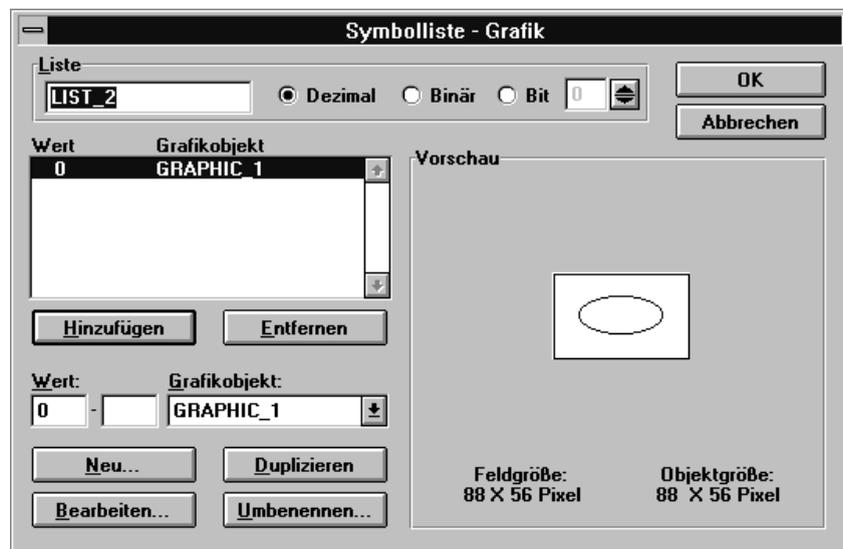

Bild 7-8 Erstellen einer Grafikliste
6. Klicken Sie auf die Schaltfläche *Hinzufügen*. Bild 7-8 zeigt, wie Ihre Dialogbox jetzt aussehen sollte.